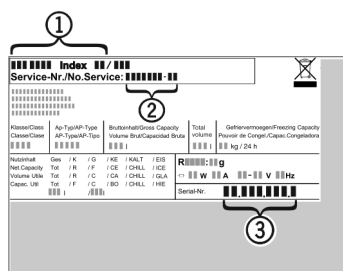

Fig. 14
- ▶ Denominación del aparato Fig. 14 (1), n° del servicio técnico Fig. 14 (2) y n° de serie Fig. 14 (3) en la placa de identificación. La placa de identificación se encuentra en la parte interior izquierda del aparato.
- ▶ Informe al servicio postventa e indique el fallo, la denominación del aparato Fig. 14 (1), el n° del servicio técnico Fig. 14 (2) y el n° de serie Fig. 14 (3).